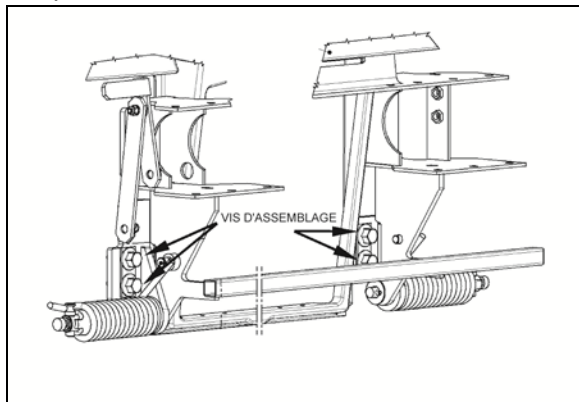

FIGURE 10 : ENSEMBLE DU PARE-CHOCS AVANT
2. Enlever les quatre vis d'assemblage qui fixent le pare-chocs au véhicule et retirer le pare-chocs (Figure 10).